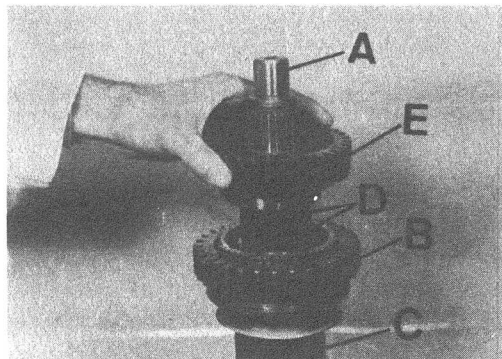

Fig. C1-131 Montaje conjunto eje principal
- 3.9. Manteniendo el conjunto eje principal, A (Fig. C1-131) y sincronizado de 1a y 2a velocidad, B, sobre el soporte, C, o tornillo de banco, montar los rodamientos D, y el engranaje de 2a velocidad, E, posicionando la superficie cónica de éste - último hacia el conjunto sincronizador, B.